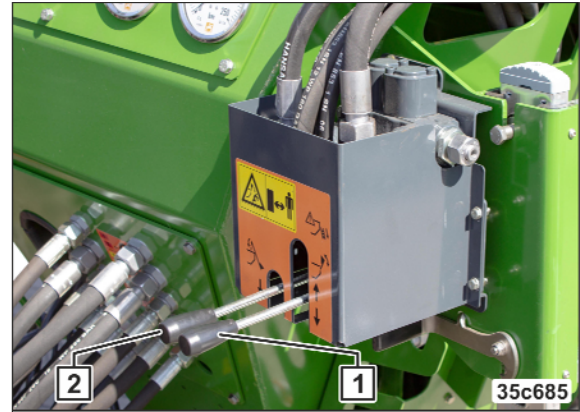

Fig. 248
9. Actuate the control unit (Fig. 248/2).